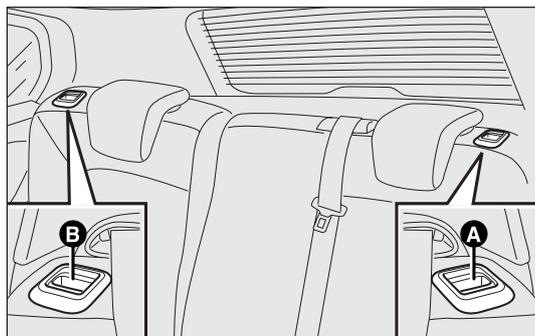

fig. 93
- actionner les poignées A ou B-fig. 93 pour déverrouiller respectivement la partie gauche ou droite du dossier et accompagner le dossier sur le coussin.